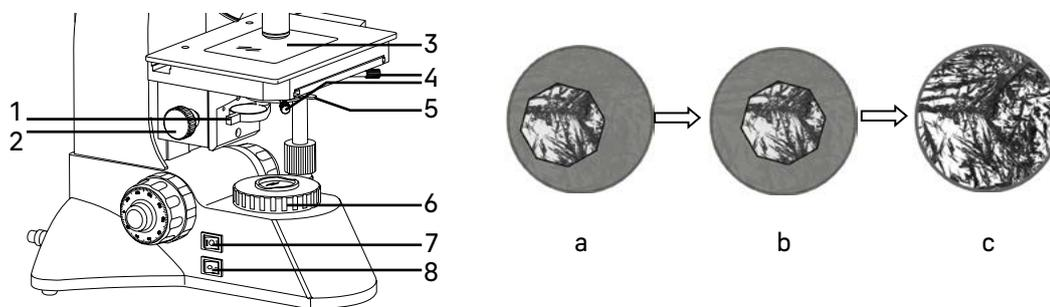

Рис. 12. Центрировка конденсора
- Убедитесь, что питание включено – кнопка **8** (рис. 12) приведена в положение «→».
- Включите осветитель проходящего света, установив переключатель **7** (рис. 12) в положение «I». Дайте ему немного поработать, чтобы достичь стабильного уровня освещения.
- Разместите объект на предметном столике **3** (рис. 12), введите в ход лучей объектив **10x**, сфокусируйтесь, настройте визуальную насадку.
- Раскройте полевую диафрагму коллектора **6** (рис. 12) и апертурную диафрагму конденсора, рукояткой перемещения кронштейна конденсора **2** (рис. 12) поднимите конденсор до упора.
- Наблюдая в окуляры, прикройте полевую и апертурную диафрагму, так чтобы была освещена только центральная часть поля зрения – рис. 12а.
- С помощью центрировочных винтов конденсора 4 (рис. 12) приведите изображение в центр поля зрения окуляра – рис. 12b.
- Осторожно перемещая конденсор вверх и вниз вращением рукоятки перемещения кронштейна конденсора 2 (рис. 12), поместите конденсор в рабочее положение, при котором будет резкое изображение краев многогранника прикрытой полевой диафрагмы, а дифракционный сине-зеленый цвет на краю диафрагмы обращен за край диафрагмы, а не в поле зрения.
- Раскройте полевую диафрагму немного больше, чем размер поля зрения – рис. 12с. Может потребоваться дополнительная центрировка.